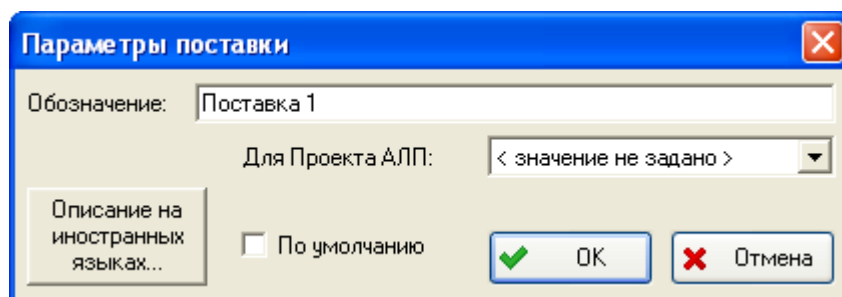

Рис. 4-68
Если поставка создается для определенного проекта АЛП, выберите его в раскрывающемся списке поля **Для проекта АЛП** (рис. 4-68).
- в окне свойств поставки поставить флаг **По умолчанию** (рис. 4-68);